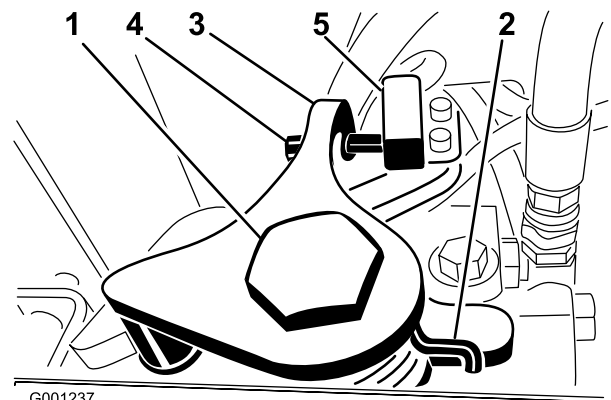

Figura 57
3. Desaperte o parafuso de retenção, no lado oposto ao do excêntrico de tração (Figura 57).
9. Ajuste o parafuso no braço de retorno (Figura 57) até que a folga entre a extremidade do parafuso e o contacto do interruptor seja de 2,3–3 mm.